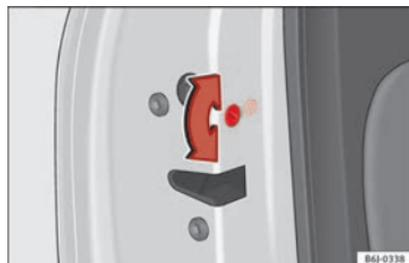

Fig. 129 Sicura per bambini della porta sinistra.
- Con la porta aperta, girare con la chiave del veicolo la feritoia in senso antiorario per le porte a sinistra » fig. 129 e in senso orario per le porte a destra.
- Con la porta aperta, girare con la chiave del veicolo la feritoia in senso antiorario per le porte a destra e in senso orario per le porte a sinistra » fig. 129.